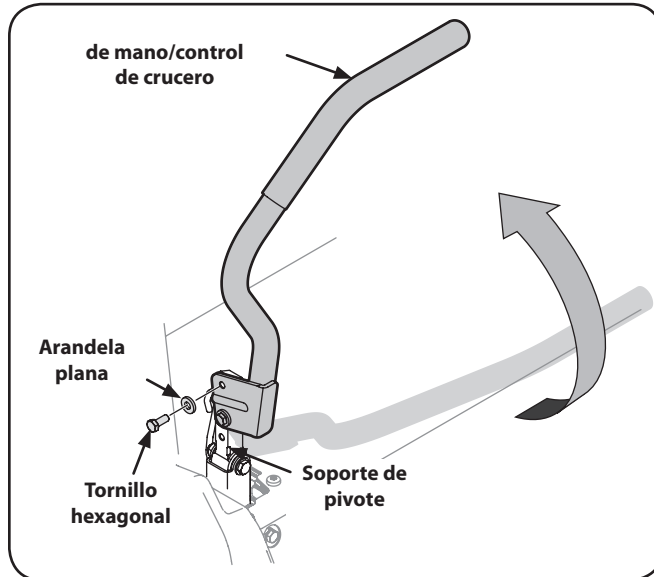

Figura 3-4
2. Levante y gire esa palanca de control hacia arriba hasta que el orificio ranurado del soporte de la palanca quede alineado con uno de los orificios del soporte de pivote. Vea la Figura 3-4.
3. Deslice la arandela plana hacia el tornillo hexagonal. Desde afuera, inserte el tornillo hexagonal con arandela a través de la ranura de la palanca de control y el orificio del soporte de pivote. Vea la Figura 3-4. Ajuste el tornillo con una llave de 1/2" pero no lo ajuste completamente.